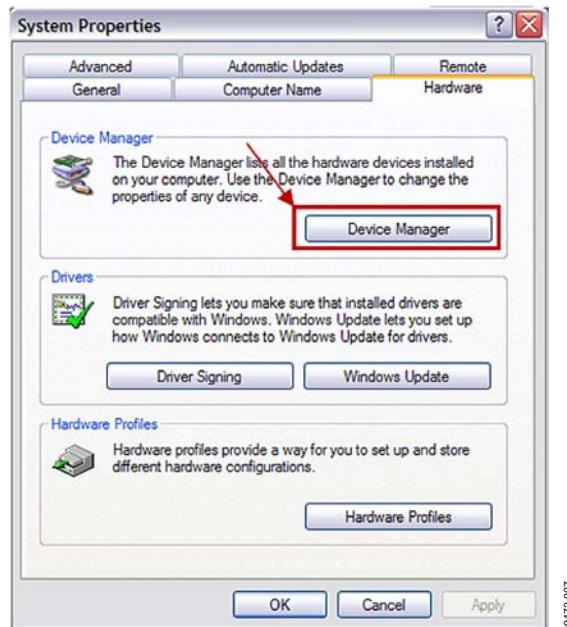

図7. システムのプロパティ
2. 図 7 に示す System Properties ウィンドウの Hardware タブをクリックします。